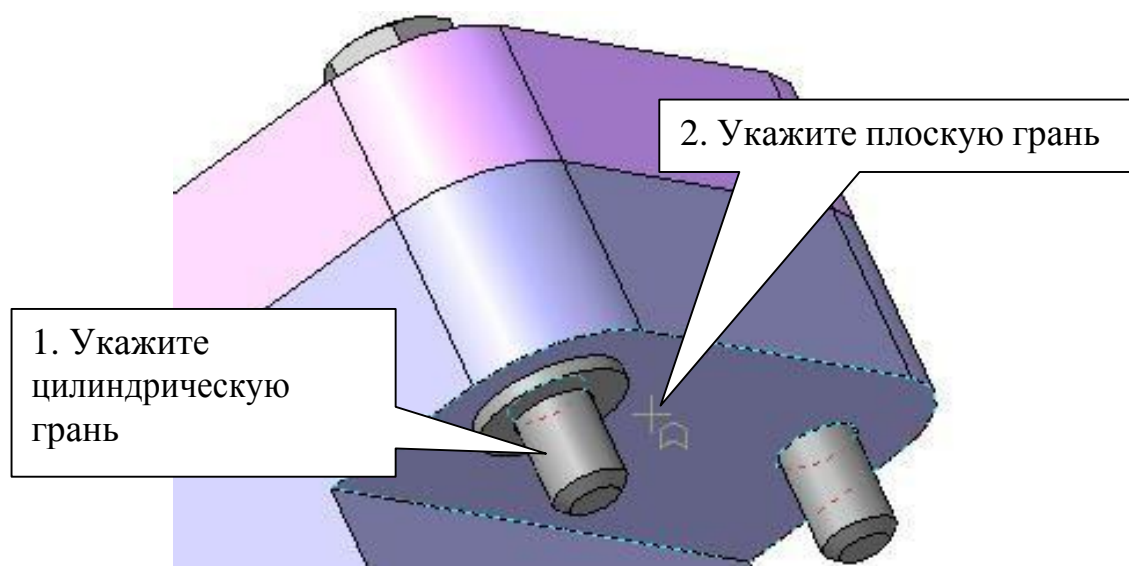

Рис. 20
• Выберите из *Библиотеки крепежа* раздел *Шайбы*. Установите необходимые параметры: Шайба10 ГОСТ 11371-78. проставьте маркер напротив опции *Создать объект спецификации*. Курсором вместе с фантомом шайбы укажите цилиндрическую грань стержня болта (тем самым будет наложено сопряжение *Соосность*), а затем плоскую грань детали «Плита», рис. 20. *Создать объект* . В появившемся окне «Объект спецификации» нажмите кнопку *ОК*. Установите шайбу на второй болт.